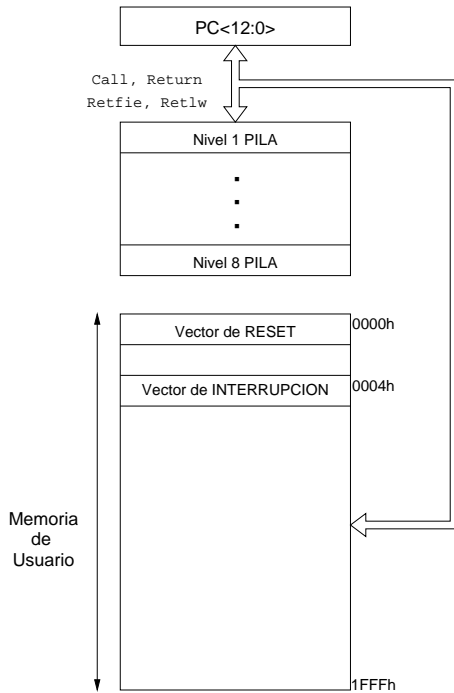

Figura 3: Mapa de memoria de programa y pila
Memoria de programa Incluye el *contador de programa (PC)*, registro de 13 bits que permite acceder a $8K \times 14bits$ posiciones del espacio de la memoria de programa. En la figura 3 se puede ver la relación entre estos elementos para un PIC16F83. El vector de RESET está en la posición 0000h, mientras que el vector de interrupción está en la posición 0004h.